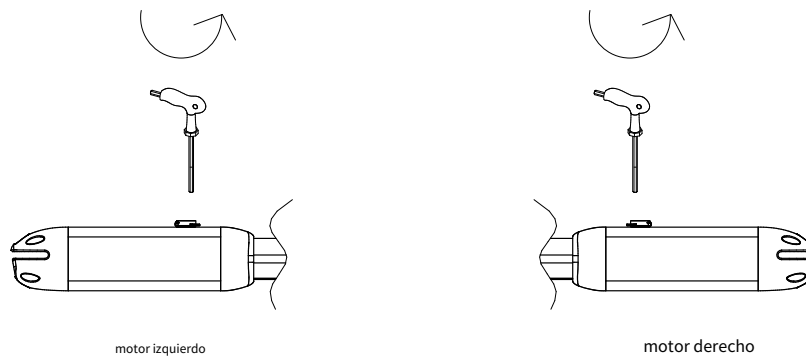

Figura 6
3. Desbloquee las dos máquinas principales antes de continuar con la instalación. Método de desbloqueo: Retire la cubierta, inserte la barra de liberación manual y gire la barra hasta que se suelte, como se indica en la Figura 6. Luego gire el brazo telescópico para estirarlo fácilmente.